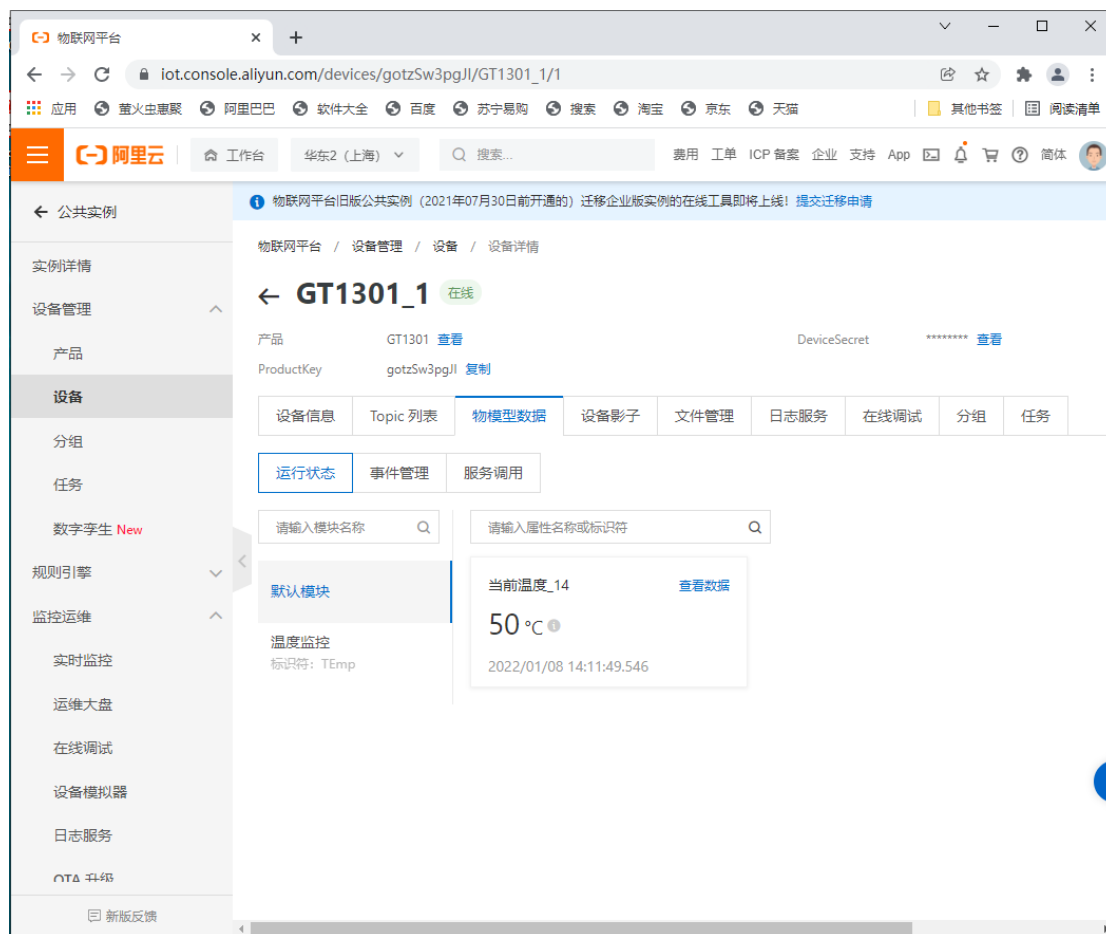

图 14-15 云端服务器接收数据界面
(6) 云端服务器接收数据查看界面，如图 14-15 所示；